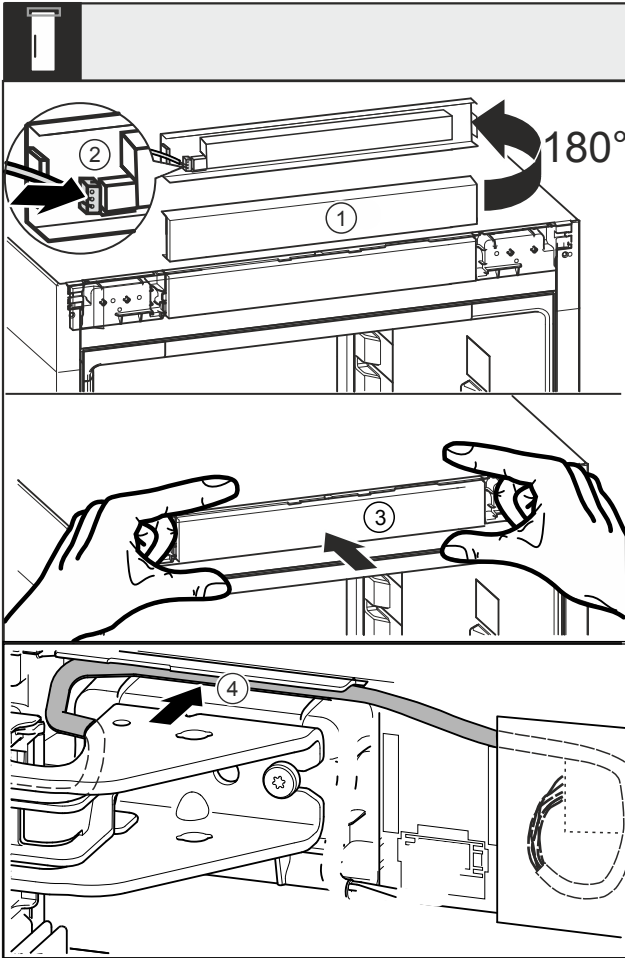

Fig. 46
- ▶ Drej panelet Fig. 46 (1) 180° opad.
- ▶ Lad stikket Fig. 46 (2) gå i indgreb i betjeningspanelet.
- ▶ Klik betjeningspanelet Fig. 46 (3) fast i enheden igen.
- ▶ Udlæg forsigtigt kablet i føringen Fig. 46 (4) over det øverste hængsel.